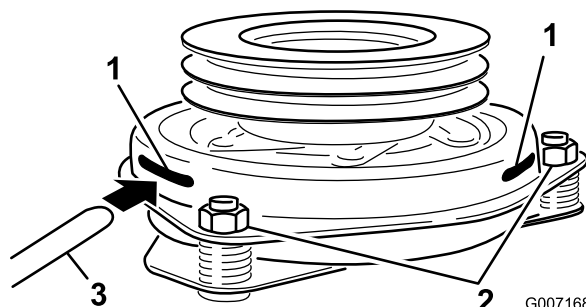

Figure 60
9. Insérez une jauge d'épaisseur de 0,381 à 0,533 mm (0,015 à 0,021 po) dans une fente d'inspection sur le côté de l'ensemble. Vérifiez qu'elle passe bien entre les surfaces de frottement de l'induit et du rotor (Figure 60).
10. Serrez les contre-écrous jusqu'à ce la jauge d'épaisseur fléchisse légèrement mais puisse bouger facilement dans l'entrefer (Figure 60).